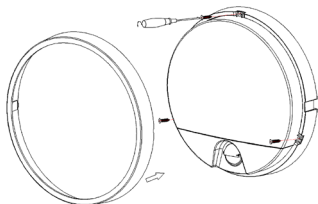

Imagen 1 / Picture 1 /
- Desatornillar la parte inferior del sensor y quitarla. (Imagen 1/Pág. 4)